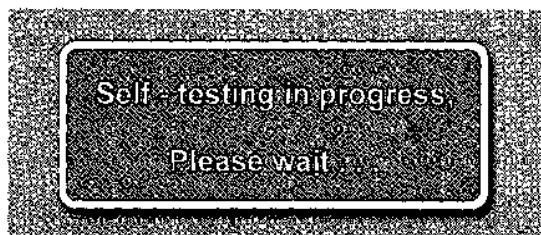

Figura 5. Pannello anteriore con lo schermo di autoverifica
- Compare uno schermo di autoverifica indicante che il sistema sta eseguendo la verifica automatica di accensione come illustrato nella Figura 5. In fondo allo schermo compare anche la versione software. Se lo schermo di autoverifica non compare, spegnere e riaccendere il generatore. Se lo stesso problema persiste, chiamare il servizio clienti Medtronic Advanced Energy al numero 1 866 777 9400 (numero verde per chi chiama dagli USA). Non tentare di usare il generatore finché il problema non è stato risolto.